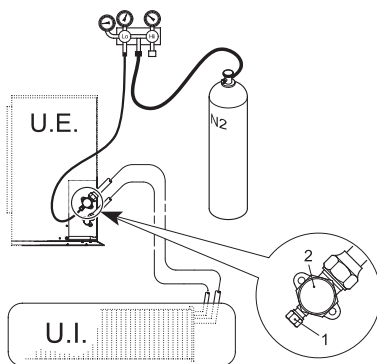

fig. 21 -
- Con le valvole di servizio dell'unità esterna completamente chiuse rimuovere il tappo della presa di servizio (part 1 - "fig. 21 -") ed il bocchettone (part 2 - "fig. 21 -") della valvola del gas (la più grande)